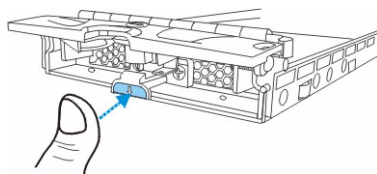

Figura 6.2 Apertura de la solapa frontal de la bandeja de la unidad
2. Abra la solapa frontal de la bandeja de la unidad presionando el botón situado en la parte frontal de la bandeja de la unidad. El botón es de fácil acceso. (Consulte la *Figura 6.2*)